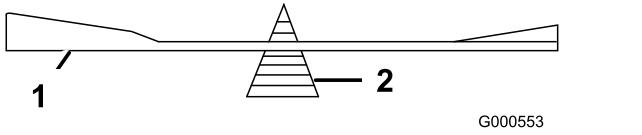

Figure 87
2. Vérifiez l'équilibre de la lame en la plaçant sur un équilibrer (Figure 87).